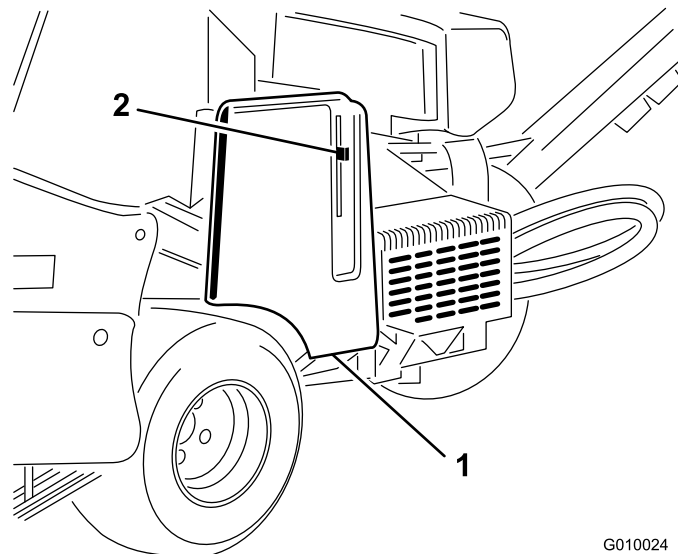
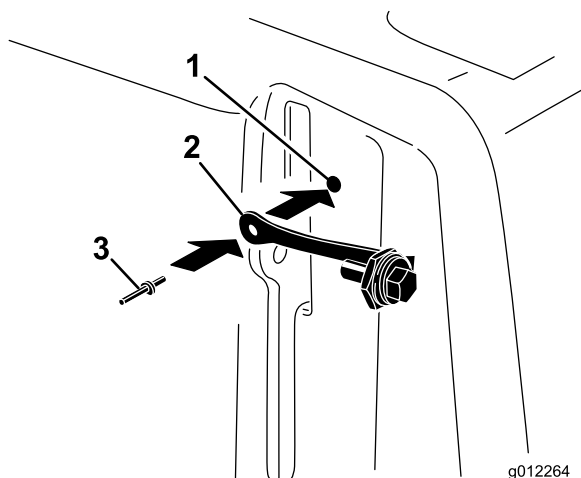

図 9
図 10
1. ラッチ・カバーの隣にあるベルト・カバーの穴を探す (図 9 および 図 10)。
2. ベルト・カバーの穴を使って、ポップ・リベットのついたストラップを取り付ける (図 10)。